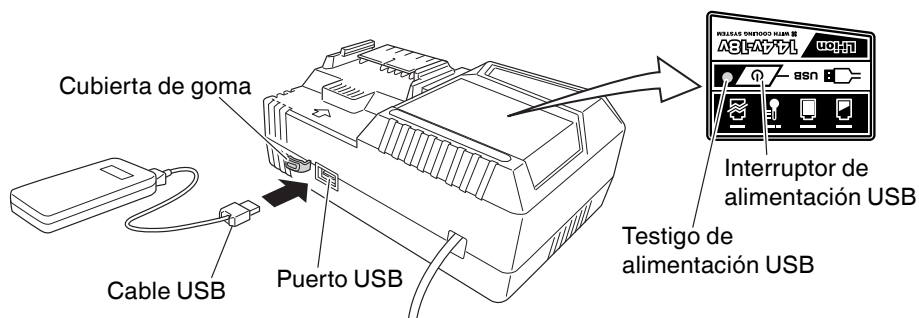

Fig.4
(2) Encienda el enchufe de alimentación USB (Fig. 4)
(3) Conecte el cable USB. (Fig. 4)
- Apague el interruptor de alimentación USB y desenchufe el cable de alimentación de la toma de alimentación eléctrica. (Fig. 4)